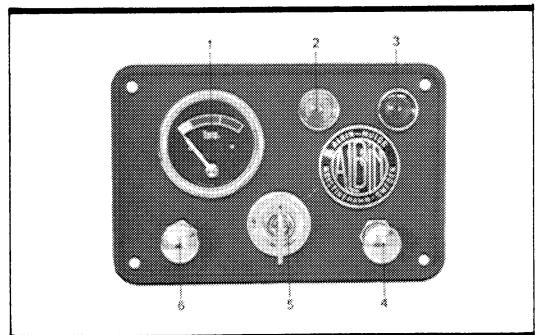
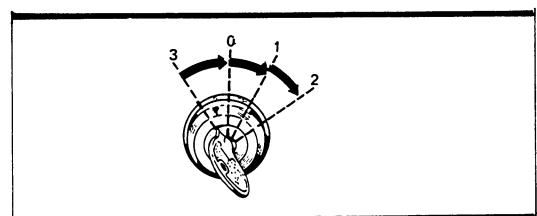

Fig. 5 Instrumenttavla
Fig. 6 Start- och tändningsnyckel
- 2 Vrid startnyckeln medurs till läge 1 (se fig 6) och kontrollera att varningslamporna för oljetryck och laddning lyser (se fig 5 pos 2 och 3).
- 3 Tryck in nyckeln och vrid medurs tills startmotorn kopplas in (se fig 6 läge 2). Håll nyckeln kvar i detta läge tills motorn startat och
På elstartad motor kontrolleras att varningslamporna för lågt oljetryck och laddningsfel ej lyser (gul respektive röd lampa - se fig 5). Några minuter efter start skall normal driftstemperatur ha uppnåtts (indikering inom gröna fältet på temператуromätaren).
2 Vrid tändningsnyckeln moturs över läge 1 till 0-läget (se fig 6).
OBS! Tändningsnyckeln får ej under någon längre tid (då motorn ej köres) stå i läge 1 (fig 6) – tändspolen kommer då att skadas.